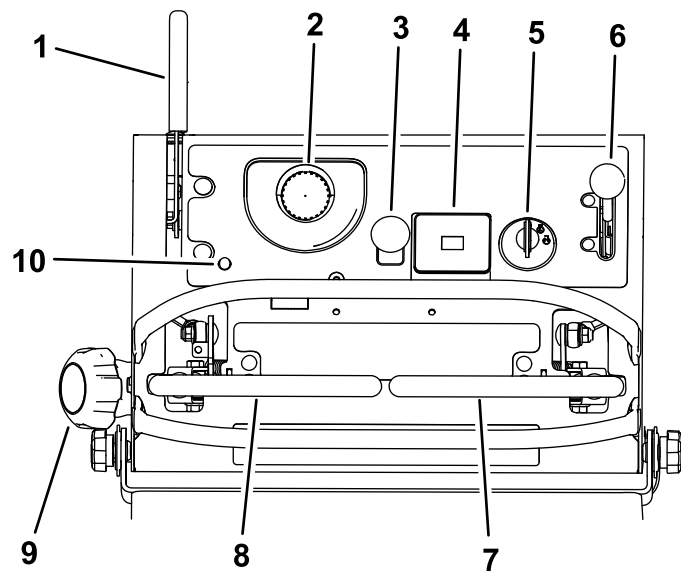

Figura 5
Familiarícese con todos los controles antes de poner en marcha el motor y trabajar con la máquina (Figura 5).
El contador de horas registra el número de horas de operación de la máquina. Funciona cuando el motor está en marcha. Utilice el recuento de horas para programar el mantenimiento regular (Figura 5).
Hay una serie de símbolos en el contador de horas, que indican con un triángulo negro si el componente de seguridad está en la posición correcta (Figura 5).
La luz de la batería se enciende al accionarse la llave de contacto, y cuando la carga está por debajo del nivel correcto de operación (Figura 5).
El acelerador controla la velocidad del motor y tiene un ajuste variable continuo de LENTO a RÁPIDO (Figura 5).
El mando de la toma de fuerza se utiliza para arrancar y parar accesorios motorizados (Figura 5).
La unidad de control electrónica (UCE) monitoriza constantemente el funcionamiento del sistema de control de combustible. Si se detecta un problema o una avería en el sistema, se enciende el indicador de avería (IA) (Figura 5).